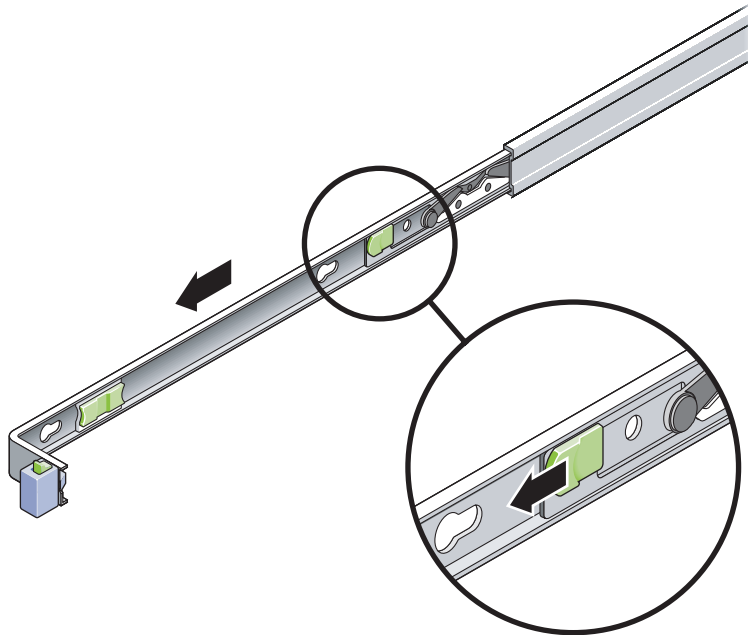

FIGURA 2-12 Situación del botón de liberación del soporte
- c. Deslice el botón de liberación del soporte en la dirección que se muestra en la FIGURA 2-12 y a continuación extraiga el soporte desmontable de la guía deslizante.